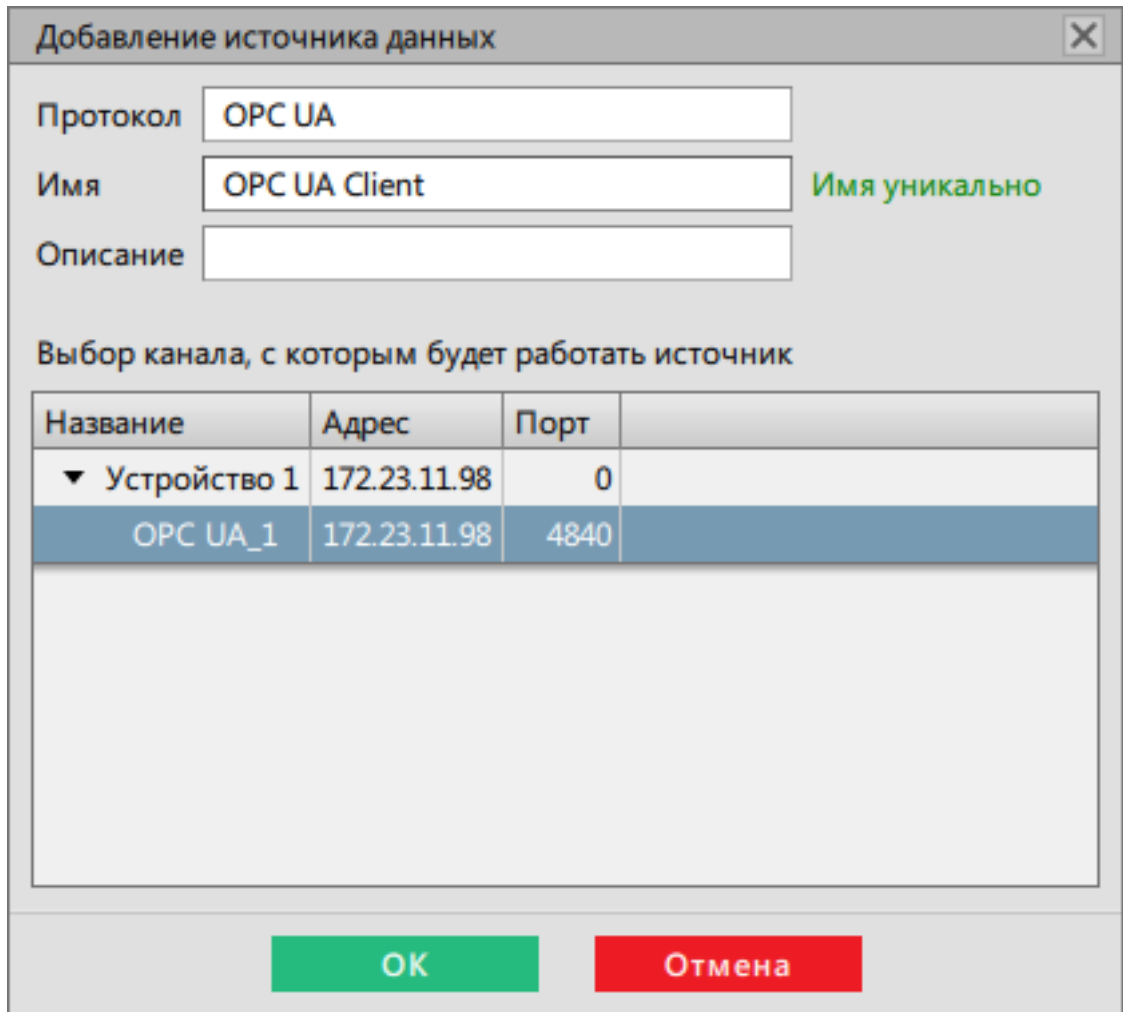

Рисунок 213 - Добавление источника данных
3. Настройте источник (Рисунок 213):